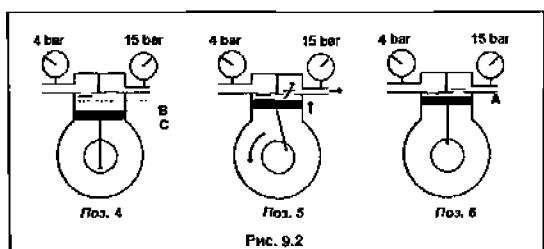

Рис. 9.2
**Теперь рассмотрим ход поршня при сжатии (см. рис. 9.2).**